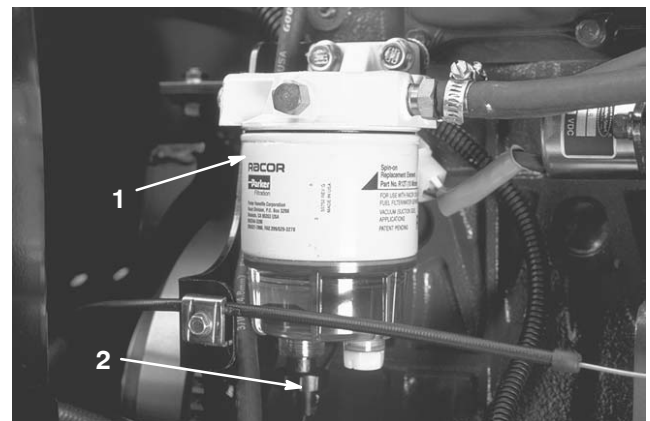

Bild 46
Entleeren Sie Wasser und andere Fremdstoffe täglich aus dem Wasserabscheider (Bild 46).
2. Lockern Sie die Ablassschraube an der Unterseite der Filterglocke (Bild 46). Ziehen Sie anschließend die Verschlusschraube wieder fest.